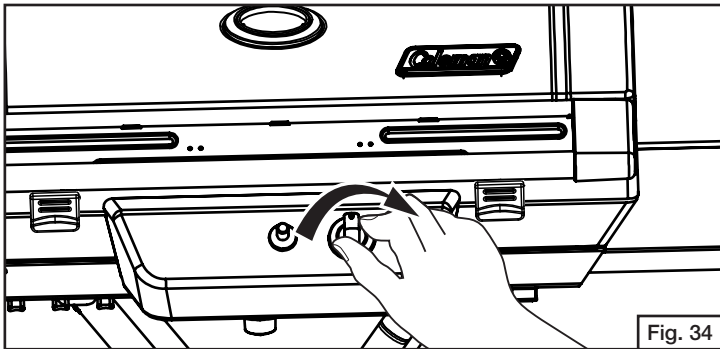

Fig. 34
- Gire la perilla de mando a la posición cerrada. (Fig. 34)